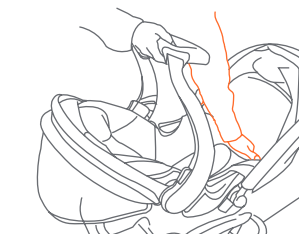

Fig. 14
- 14) •** Pour supprimer les sièges d'auto pour nourrisson, presser la poignée située au pied de fin du siège et soulevez la hausse sur le siège (Fig. 14).